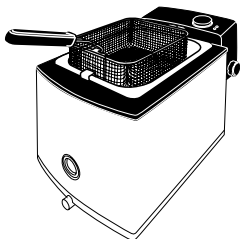

Fig.9
- Cuando el aceite alcance la temperatura previamente seleccionada, el piloto rojo indicador de temperatura se apaga (E).
- Cuando la fritura esté en su punto, levantar la cesta y colgarla en su soporte para permitir el escurrido del exceso de aceite de los alimentos (Fig. 9).